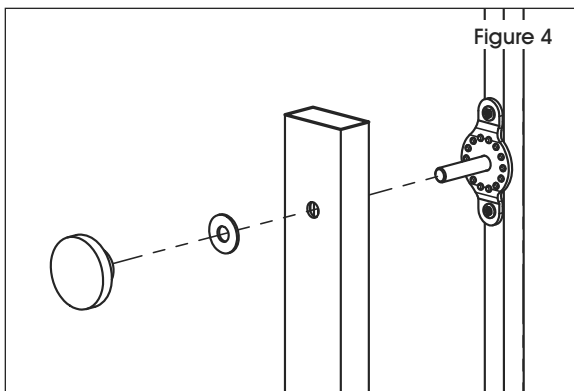

Figure 4
6. Placez le panneau entre les pattes et insérez les tiges pivotantes dans le trou supérieur de chaque patte. Installez une rondelle et un bouton sur chaque tige. (Voir Figure 4)